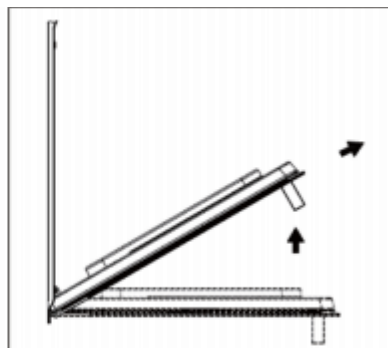

Fig.2
- > Wenn Sie die Tür nun leicht schließen, können Sie sie herausheben, indem Sie die Haken „A“ wie in Abb. 2 gezeigt herausziehen.